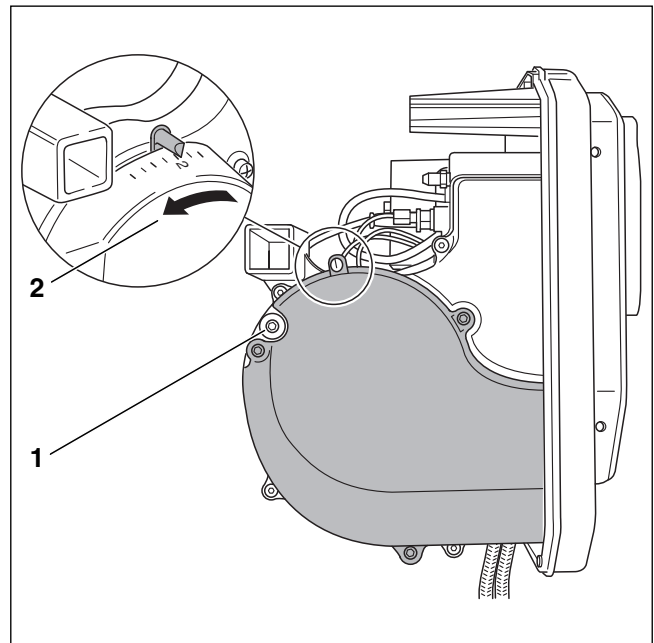

Bild 36 Ansaugluftführung verändern
- ▶ Feststellung der Ansaugluftführung (ALF) lösen (→ Bild 36, [1]).
Achten Sie darauf, dass ein höherer Gebläsedruck durch Verschieben des Reglers zu kleineren Zahlenwerten auf der Anzeigeskala führt. Dies entspricht der Pfeilrichtung (→ Bild 36, [2]).